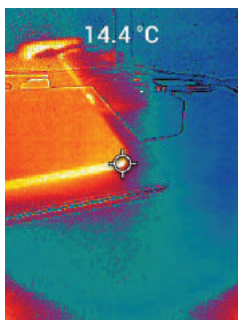

Abbildung 5.1 Kombiniertes Wärmebild und sichtbares Bild (MSX®)
6. Der Temperaturmesswert auf dem Display stellt die Messung des Zielpunkts dar. Siehe **Abbildung 5.1**.